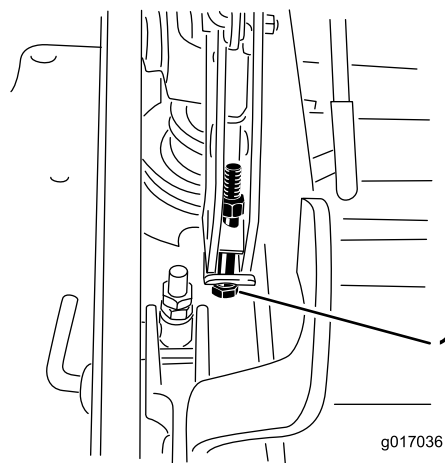

**Figura 92**
12. Para ajustar el sistema de ajuste de un solo punto, afloje los 2 pernos situados cerca del borde inferior de la pletina de altura de corte. Consulte Figura 92.
14. Apriete los 2 pernos de la parte inferior de la pletina de altura de corte (Figura 92) a 37–45 N·m (27–33 pies-libra).